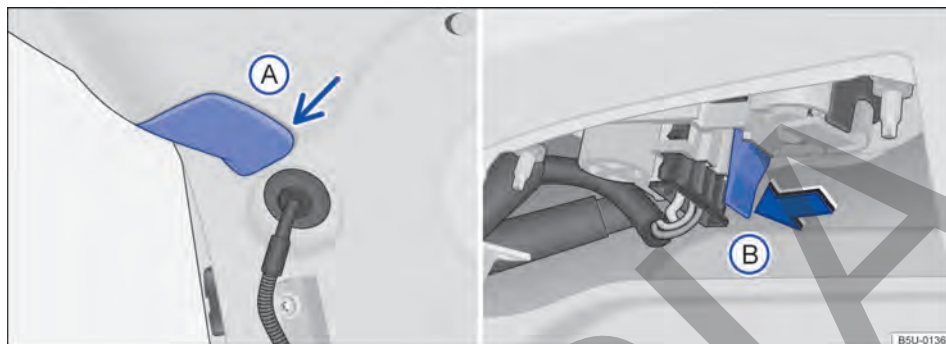

Fig. 157 En la tapa trasera: remover la cubierta y el soporte de las lámparas.
- 3 Con el auxilio de un destornillador, remover cuidadosamente la cobertura **A** → fig. 157 en la tapa.
- 4 Para destrabar el soporte de las lámparas, presionar la lengüeta de bloqueo **B** → fig. 157 y tirar del soporte de las lámparas hacia afuera.